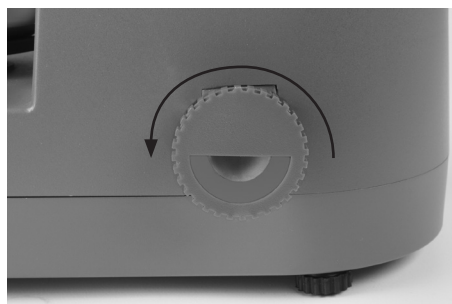

Fig. 8-Dare un mezzo giro alla valvola di drenaggio per aprire
Passo 2. Ruotare di ½ giro il beccuccio di scarico per aprire l'erogatore (Fig. 8). Potrebbe essere necessario toccare la parte superiore dell'erogatore per avviare lo scarico della polvere.